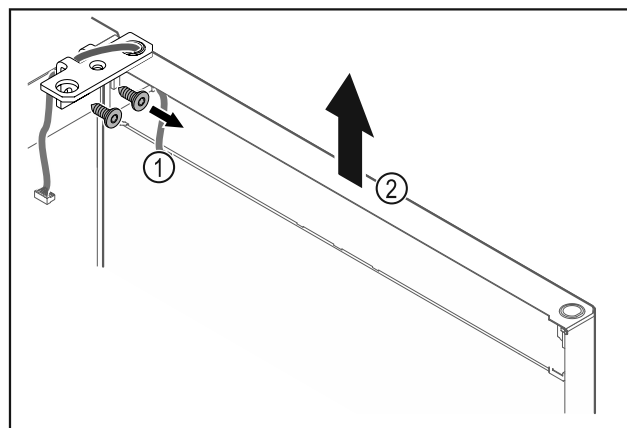

Fig. 24
- Scharnierhoek Fig. 24 (1) losschroeven.
- Deur inclusief scharnierhoek Fig. 24 (2) circa 200 mm recht omhoogtillen en verwijderen.